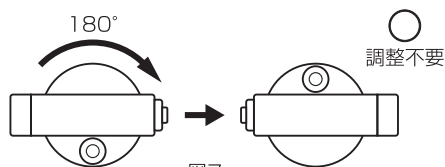

図7
- (1) 5.1の手順で本機を三脚にセットします。
- (2) 気泡がサークルの中心に来るように置き、本体を180°回転させます。この時、気泡がサークルの中心にあれば(図7)調整の必要はありません。